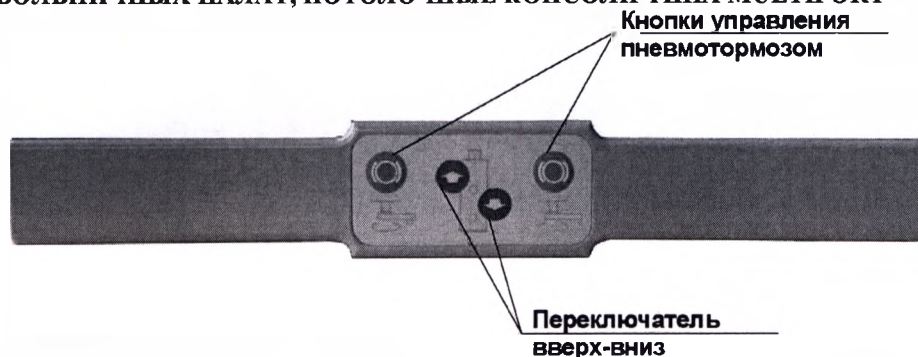

Рис. 4 Расположение кнопок управления пневмотормозами
6.3. Несущая труба служит для соединения потолочного крепления с поворотным плечом механизма консоли, а также проводки (внутри нее) шлангов подачи медицинских газов, сжатого воздуха и вакуума, шланга отвода анестезиологических газов и/или отработанного воздуха 8 бар, а также электромонтажных и слаботочных проводов. Поворотное плечо консоли имеет пневматический тормоз, расположенный в торцевой части плеча со стороны поворотного механизма плеча (Рис. 11). Отключение тормоза при необходимости смены положения приборной колонны производится нажатием кнопки управления на держателе-ручке, расположенной на нижней приборной полке или непосредственно на колонне (Рис. 1, Рис. 4). Плечо консоли имеет возможность поворота вокруг оси крепления до 330° , что обеспечивает установку удобного местоположения приборной колонны. Поворот на угол более 330° ограничивается стопором.